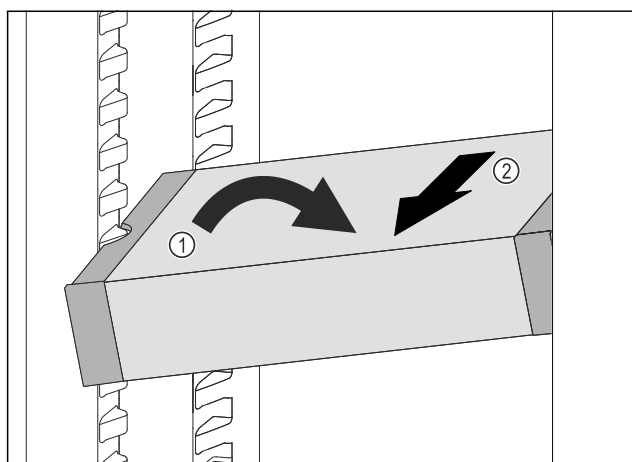

Fig. 112
- Наклонете VarioSafe в хладилната част. Fig. 112 (1)
- Извадете VarioSafe напред. Fig. 112 (2)